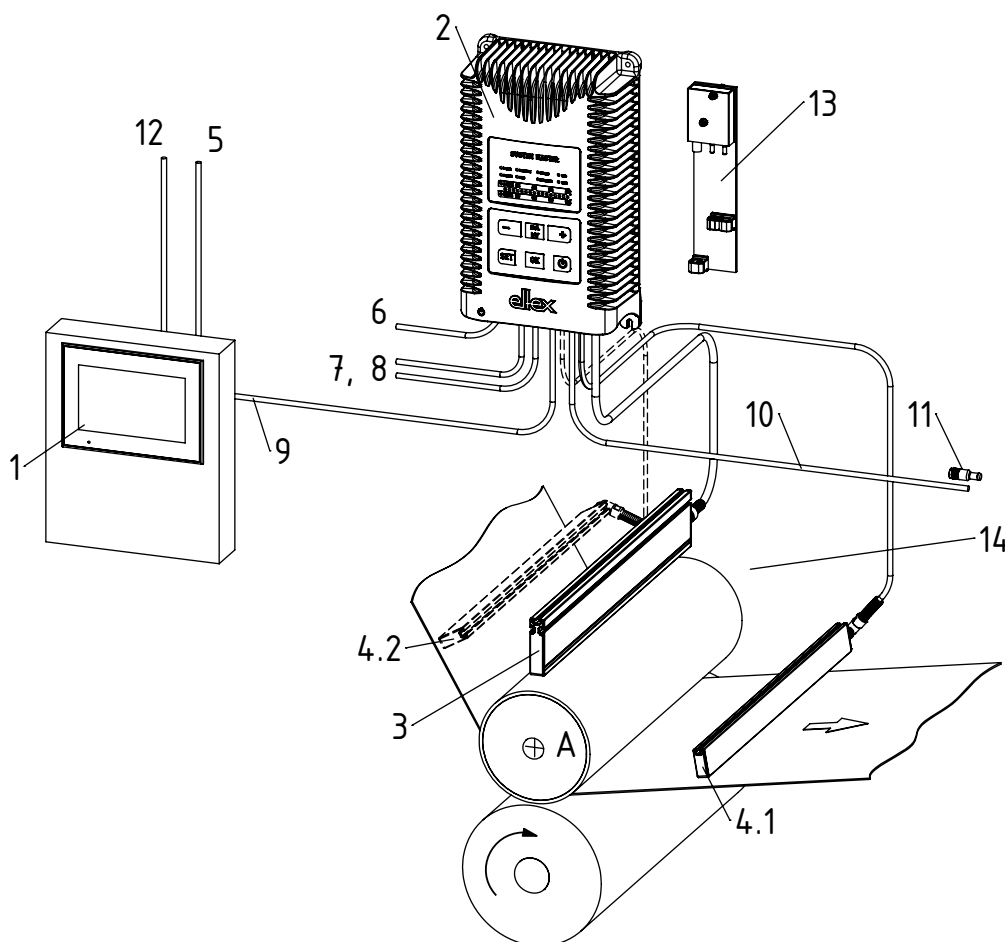

Abb. 3:
- **Warnung!** Ist die ESA bei laufender Maschine abgeschaltet, müssen gezogene Hochspannungsstecker unbedingt geerdet sein. Wir empfehlen die Verwendung unserer Elektrodenerdung PC, siehe Abb. 3, Pos. 13. Dies darf nur durch Fachpersonal erfolgen. Die Elektroden nehmen von der laufenden Papierbahn passiv Energie auf. An Hochspannungssteckern kann dies zu einer Funkenentladung führen, Personen gefährden und zu Bränden im Ex-Bereich führen.